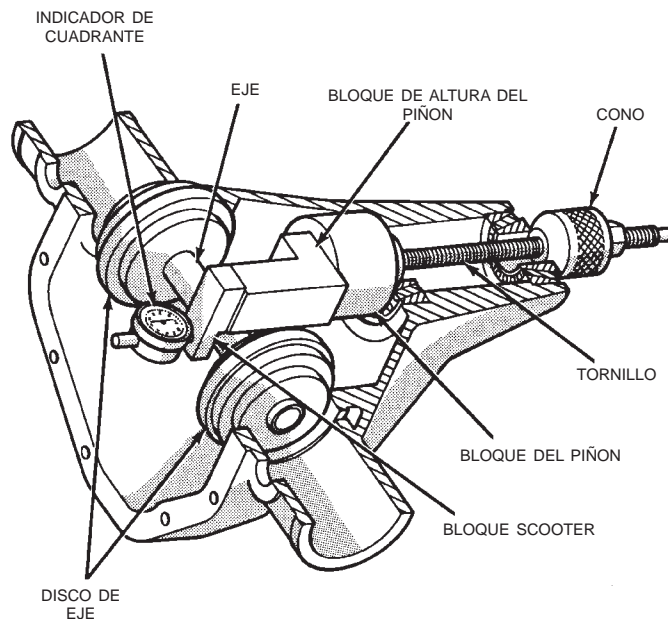

Fig. 56 Calibradores de profundidad del piñón satélite—característico
(1) Ensamble el bloque de altura del piñón 6739, el bloque del piñón 6733, y el cojinete trasero del piñón en el tornillo 6741 (Fig. 56).
Las mediciones se llevan a cabo con las cubetas del piñón y los cojinetes del piñón instalados en la caja del eje sin espaciadores colocados detrás del cojinete de piñón trasero. Utilice para ello el juego de calibradores de piñón 6774 y el indicador de cuadrante C-3339 (Fig. 56).
(3) Instale el cono del cojinete delantero del piñón y apriete la tuerca-cono 6740 a mano (Fig. 56).
(5) Instale el indicador de cuadrante C-3339 en el bloque Scooter D-115-2 y fije el tornillo de ajuste.
(6) Coloque el bloque scooter y el indicador de cuadrante en posición en el cárter de manera que el probador del cuadrante y el bloque scooter queden al ras contra la superficie trasera del bloque de altura del piñón (Fig. 56). Sujete el bloque scooter en su lugar y coloque la aguja del indicador de cuadrante a cero. Apriete el tornillo de fijación de la cara del indicador de cuadrante.
(7) Con el bloque scooter apoyado contra el bloque de altura del piñón, deslice lentamente el probador